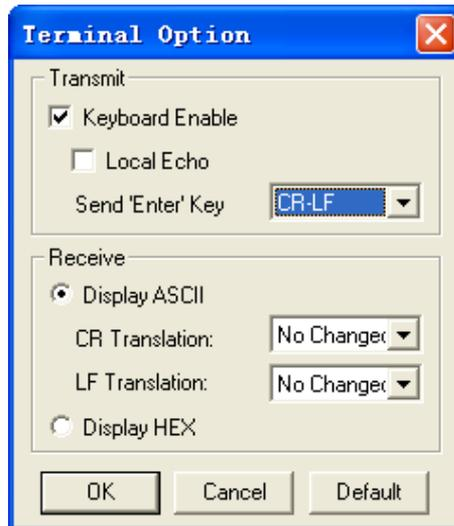

图24
[Terminal Option](终端操作)子菜单：执行该菜单命令将弹出Terminal Option(终端操作)对话框，该对话框可指定终端发送(键盘发送)和接收显示方式(以ASCII/HEX方式显示接收到的数据以及回车字符的显示方式)。如图24所示：
**Default** (载入缺省设置按钮)：用户点击此按钮会使Terminal Option对话框载入缺省(默认)设置，如图24所示。